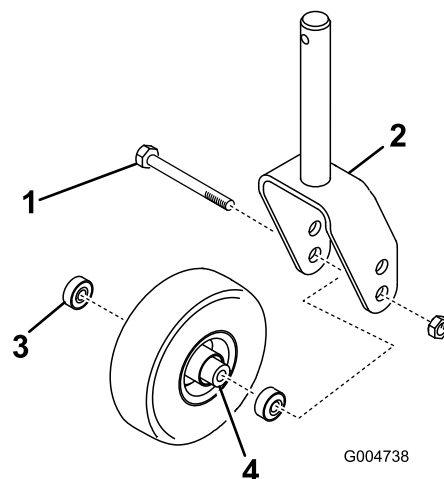

Figura 20
1. Togliete il dado di bloccaggio dal bullone che fissa la rotella orientabile alla forcella (Figura 20). Afferrate
2. Togliete il cuscinetto dal mozzo della ruota e lasciate cadere il distanziale del cuscinetto (Figura 20). Togliete il cuscinetto dalla parte opposta del mozzo della ruota.